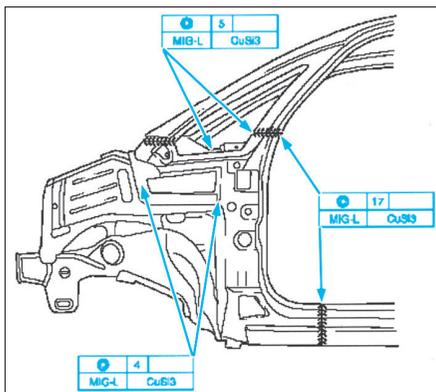
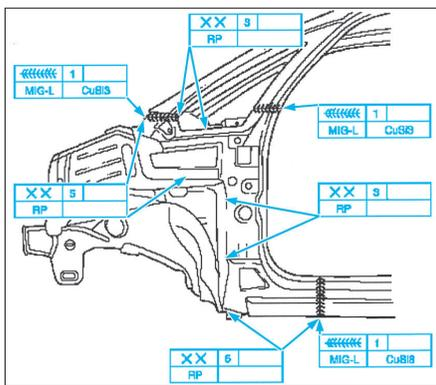
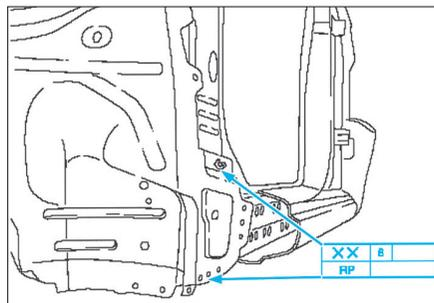

FIG. 34
FIG. 35
FIG. 36
- Souder le pied avant (Fig.34), (Fig.35) et (Fig.36).